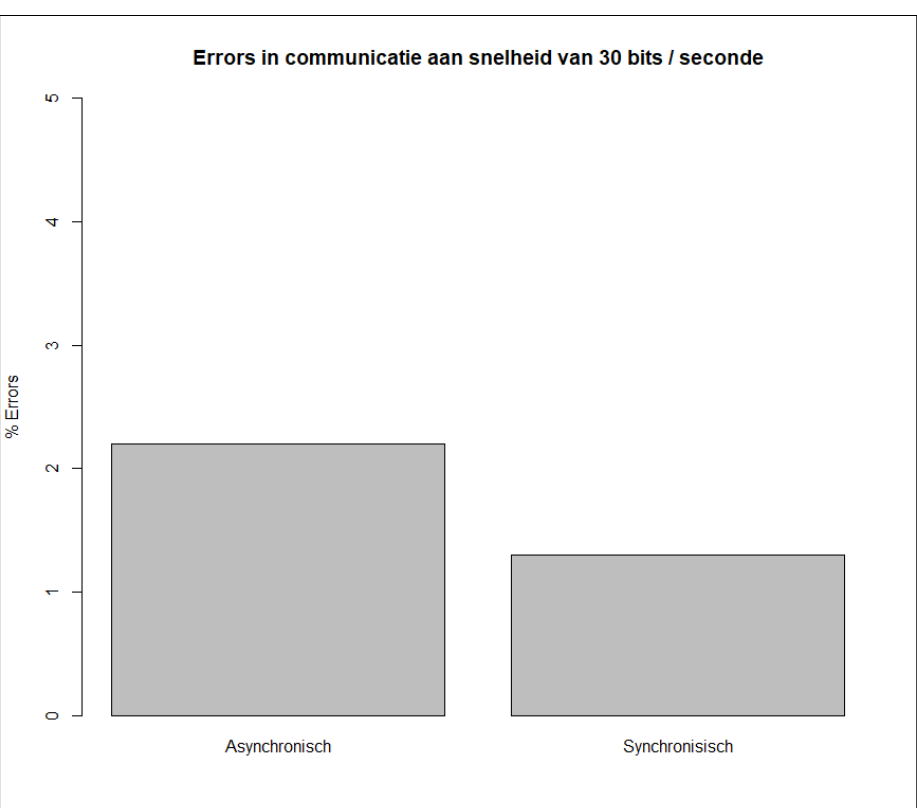
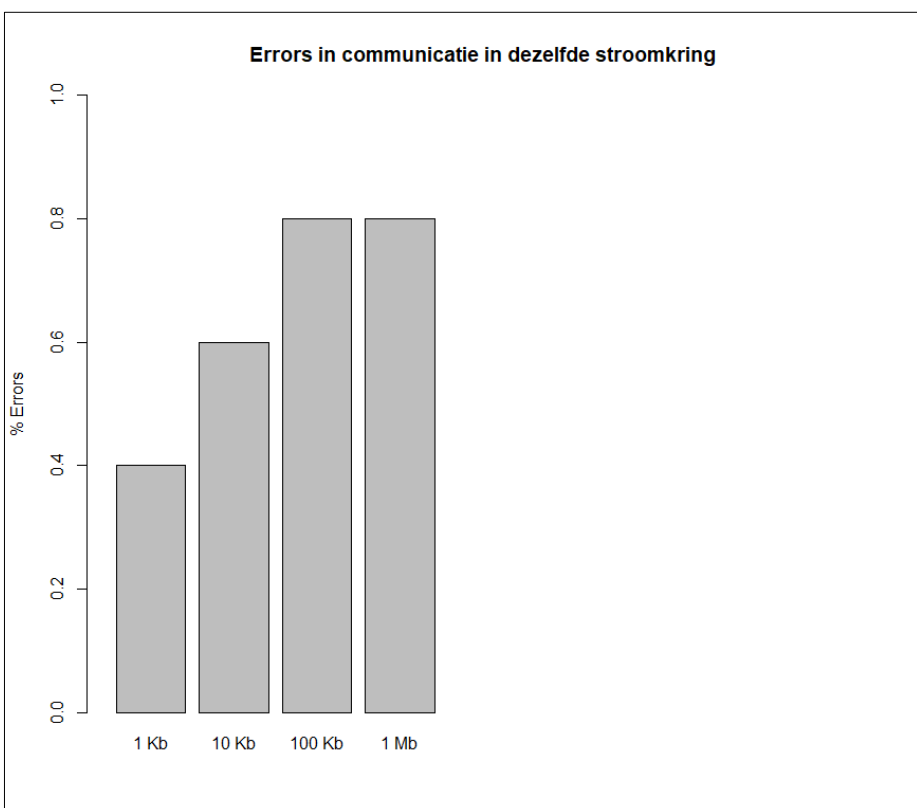

Fig. 4: Synchronisatie
Fig. 5: Eenzelfde stroomkring
**Synchronisatie:** Asynchrone communicatie op 10mm in dezelfde stroomkring Fig. 4 bereikt veel hogere snelheden met minder fouten dan synchronisatie door middel van bit-period offset berekening tussen twee verschillende microcontrollers, zie Fig. 5.